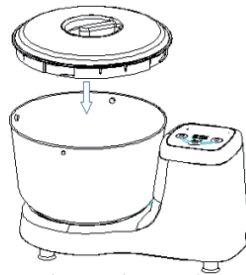
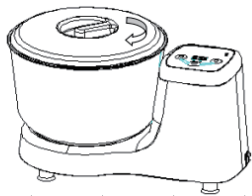

FIG5
FIG6
6. Coloque la tapa del recipiente sobre el bol de mezcla y ajústela girándola en dirección horaria; FIG5, FIG6.